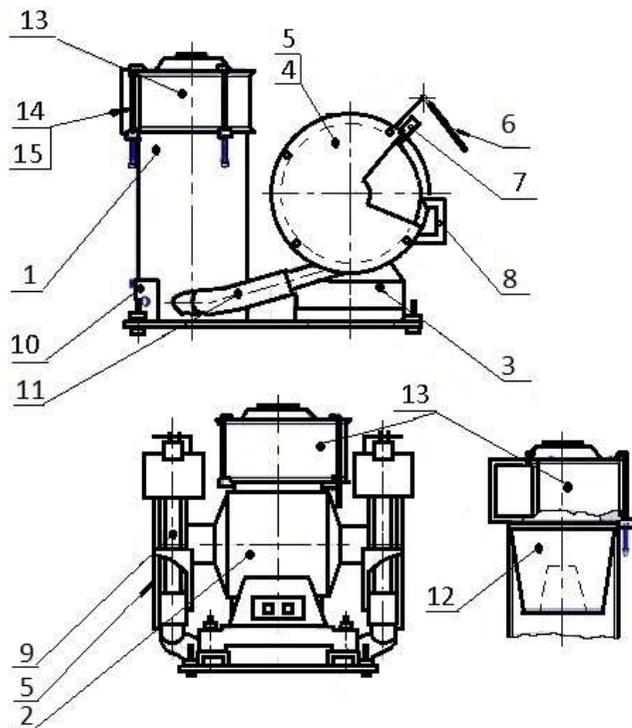

Рис. 1. Общий вид заточного станка ЗСВ25 с вытяжкой:
1.2.2. Общий вид станка с обозначением его составных частей изображён на рис. 1.
- отрегулировать и выставить зазор между краем подручника 8(рис. 1) и рабочей поверхностью круга, а так же зазор между подвижным козырьком (искрогасителем) 7(рис. 1) и рабочей поверхностью круга. Величина зазоров должна быть не более 2мм ;
Для замены шлифовального круга необходимо (см. рис. 1):